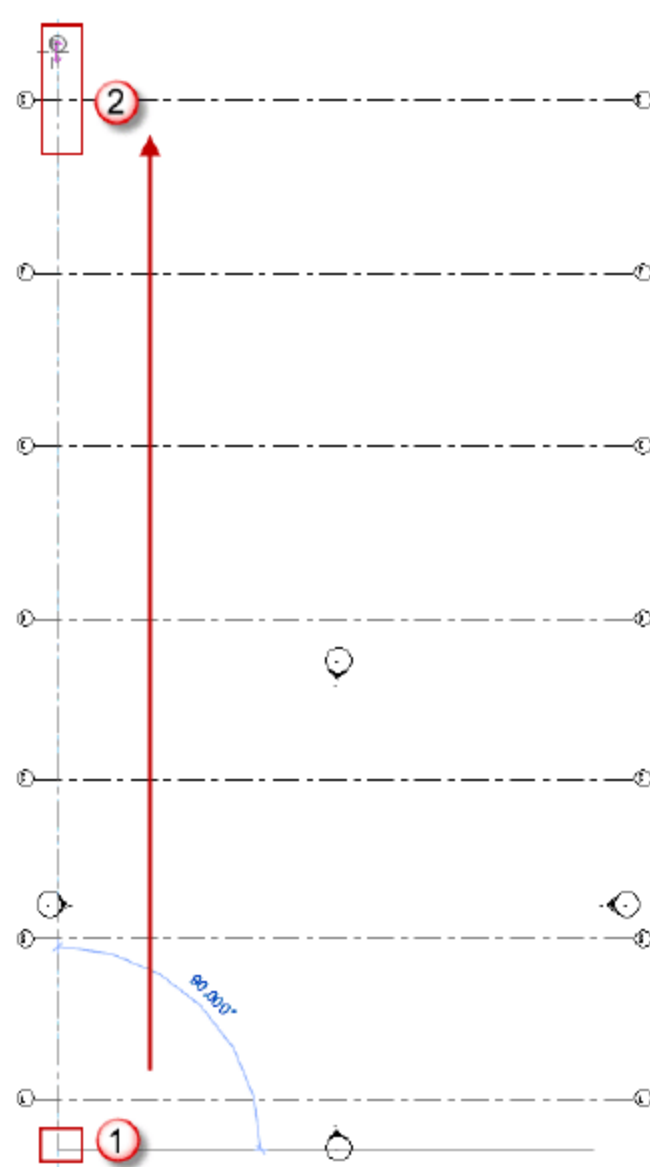

图 1.3.9 绘制一根垂直轴线
(7) 绘制一根垂直轴线。按快捷键 G+R，从屏幕操作区的下侧向上侧绘制一条任意长度的垂直轴线，如图 1.3.9 所示。